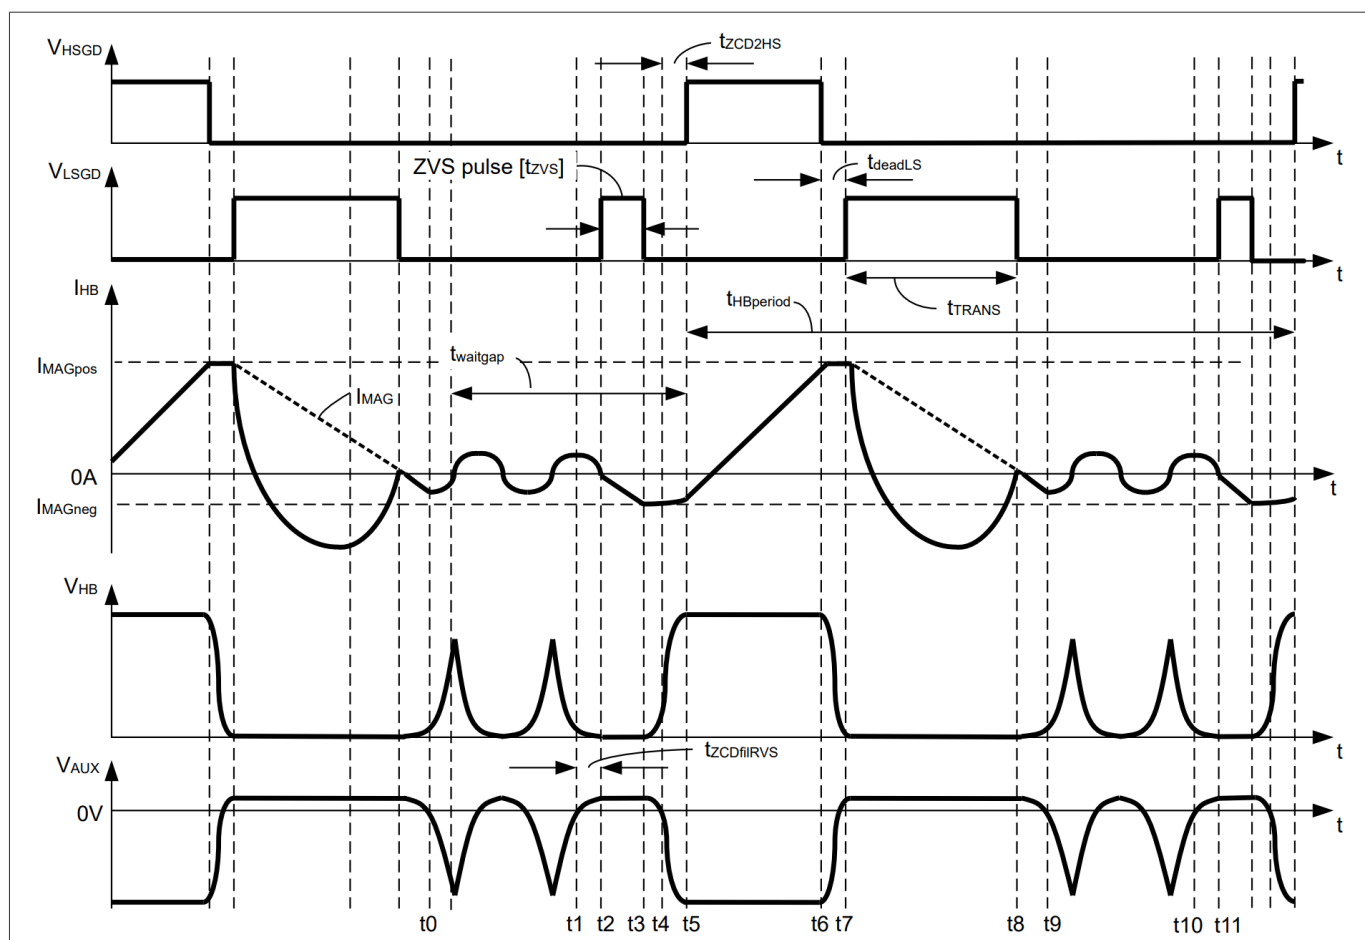

图 14 在 ZV-RVS 模式下工作的混合式反激式变压器
为解决这些问题，采用了零电压谐振谷底开关 (ZV-RVS) 模式。该模式在将峰值励磁电流控制在目标范围内的同时，还能确保高侧 (HS) 和低侧 (LS) 开关均保持软开关特性。对于较低的负载，则通过谷底同步技术降低开关频率来应对。图 14 展示了在第二个谷底工作时的典型波形。